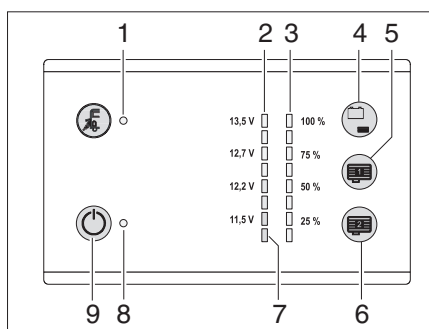

Bild 94 Panel LT 101 / LT 102
Nivån i vattentanken kan avläsas med sensorknappfältet (Bild 94,4).
- Berör sensorknappfältet (Bild 94,4): Nivån i vattentanken visas i fyra steg med lysdioderna (Bild 94,3) (25 % till 100 %).
Nivåerna i de inre liggande avloppstankarna (extrautrustning) kan avläsas med sensorknappfälten (Bild 94,5 och 6).
- Berör sensorknappfältet (Bild 94,5 eller 6): Nivån i den motsvarande tanken visas i fyra steg med lysdioderna (Bild 94,3) (25 % till 100 %).
Den röda varnings LED (Bild 94,7) blinkar när spänningen i bodelsbatteriet endast är 11 V (mätning under pågående drift) och risk för djupurladdning föreligger.
Med sensorknappfältet (Bild 94,4) kan bodelsbatteriets laddningsnivå avläsas.
Indikeringar: ■ Berör sensorknappfältet (Bild 94,4): Bodelens batteriladdningsnivå visas.
Med huvudbrytaren 12 V (Bild 94,9) kopplas panelen och bodelens 12 V-försörjning till eller från.
Slå på: ■ Berör sensorknappfältet (Bild 94,9): 12 V-försörjningen för bodelen är påslagen. Kontrollampan (Bild 94,8) lyser grönt.
Stäng av: ■ Berör sensorknappfältet (Bild 94,9) igen: 12 V-försörjningen för bodelen är avstängd. 12 V-kontrollampan (Bild 94,8) slocknar.
- ▷ Om varnings LED:en för djupurladdning (Bild 94,9) blinkar kan försörjningen inte slås på, eftersom batterispänningen är för låg.